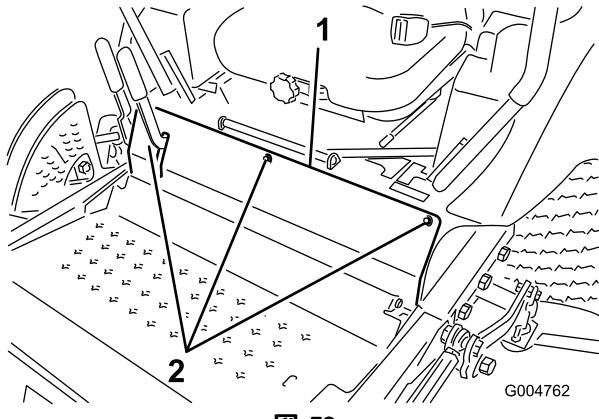

図 58
- 前パネルを止めているボルトを外して前パネルを外す(図 58)。